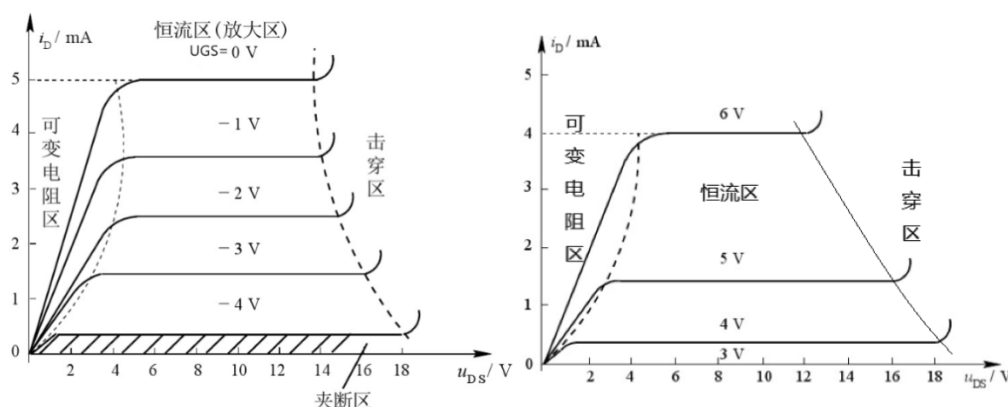

图 1-14 结型场效应晶体管(左)和增强型绝缘栅场效应晶体管(右)工作原理示意图
- 输出特性: 如图 1-14 所示, U_{GS} 一定时, I_{DS} 随 U_{DS} 变化曲线呈阶段性变化。可变电阻区特点: I_{DS} 同时受 U_{GS} 和 U_{DS} 的控制; 恒流区的特点: I_{DS} 只受 U_{GS} 控制, 而与 U_{DS} 近似无关, 表现出类似三极管的正向受控作用; 截止区特点: 耗尽型晶体管特有。 $I_G \approx 0, I_D \approx 0$, 相当于晶体管三个电极断开; 击穿区特点: V_{DS} 增加到一定值时, 沟道长度到最小, 发生 PN 结击穿现象, I_{DS} 剧增。